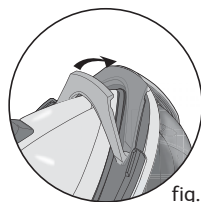

fig. 3
- возьмите утюг за ручку для переноски парогенератора – **рис. 3**.